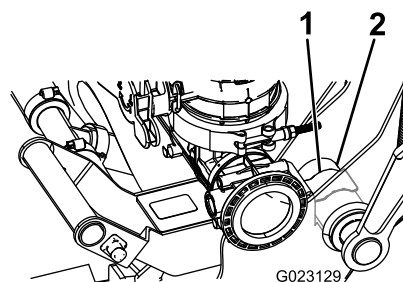

Figura 12
- Empuje hasta que la abrazadera se enganche en el buje, según se muestra en Figura 12.